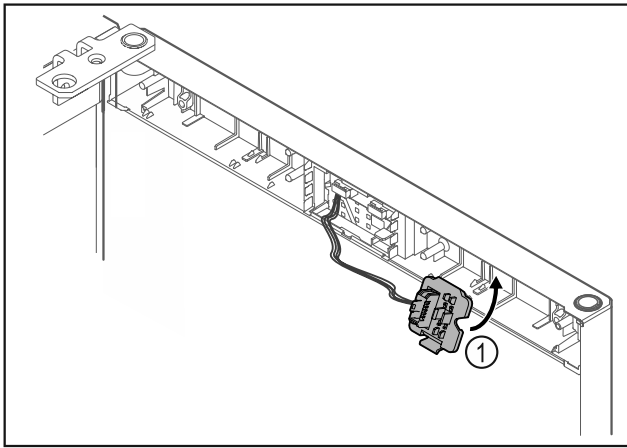

Fig. 13
- Innestare il supporto della spina Fig. 13 (1) sul lato opposto.*